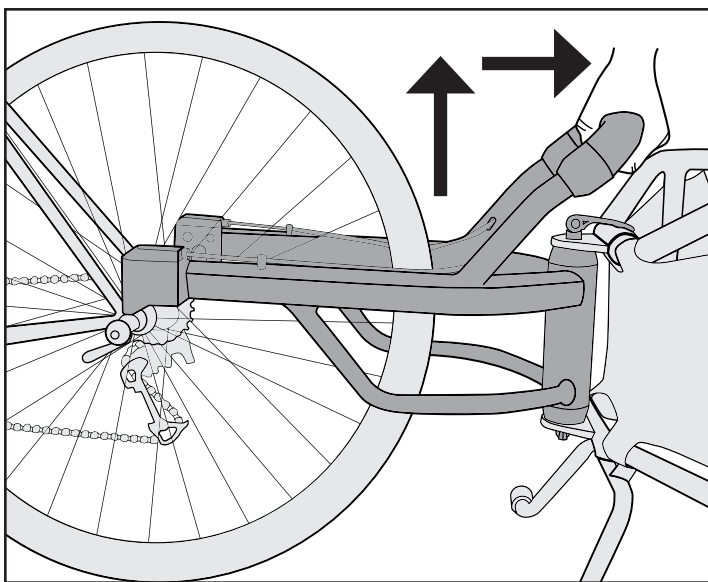

Figure 20
3. While engaging the lever, lift the yoke up and away from your bicycle. (Figure 20)
3. Le levier enclenché, soulevez l'attelage pour le dégager de votre vélo. (Figure 20)
3. Ziehen Sie, während Sie den Hebel festhalten, die Gabel nach oben vom Fahrrad weg. (Abbildung 20)